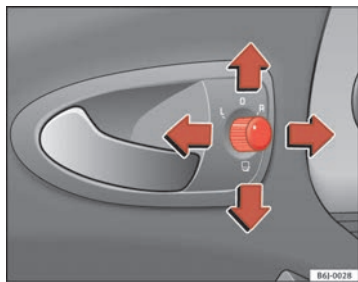

Abb. 63 Drehknopf für Außenspiegeleinstellung
1. Drehen Sie den Drehknopf  $\Rightarrow$  Abb. 63 in Stellung **L (linker Außenspiegel)**.
- Drehen Sie den Drehknopf  $\Rightarrow$  Abb. 63 in Stellung , um die Außenspiegel anzuklappen. Sie sollten die Außenspiegel immer anklappen, wenn Sie eine automatische Waschanlage durchfahren, um Beschädigungen zu vermeiden.